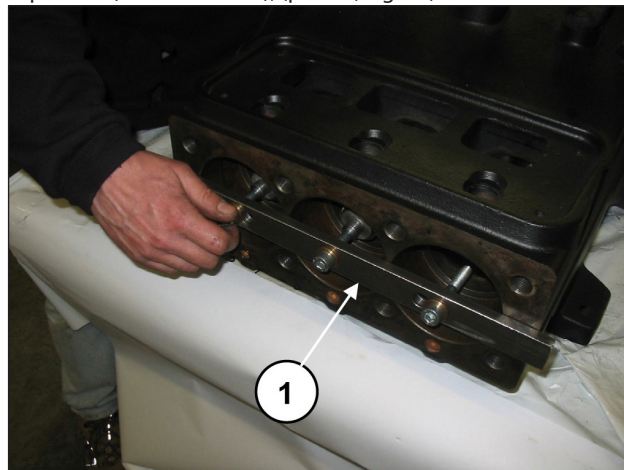

Fig. 25
Desplazar las semibielas hacia la parte hidráulica para extraer el eje. Para facilitar la operación, utilizar la herramienta específica (cód. 27566200), (pos. ①, Fig. 25).